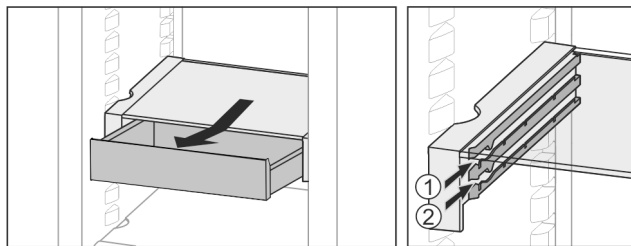

Fig. 30
- ▶ Вкарайте го на височина по избор Fig. 30 (1) или Fig. 30 (2).